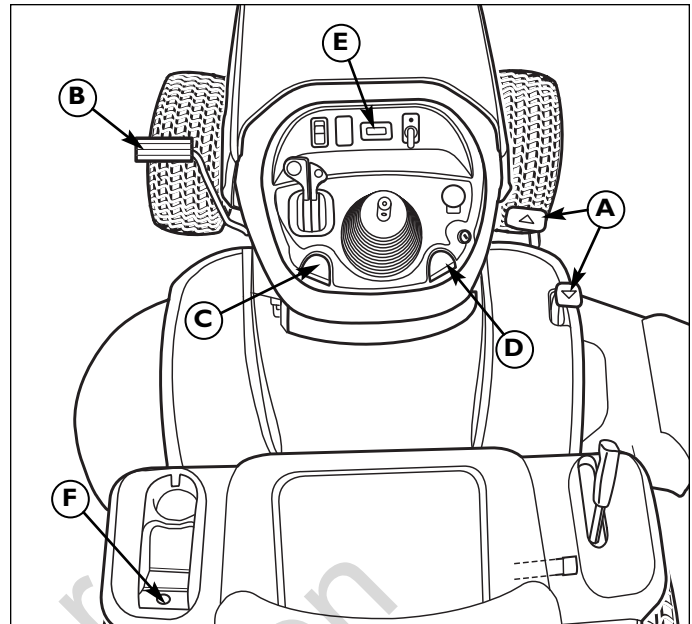

Figura 2. Accionamiento del freno de estacionamiento
Activación del freno de estacionamiento: Consulte la Figura 2. Para colocar el freno de estacionamiento, suelte los pedales del acelerador (A), presione por completo el pedal del freno (B), levante la perilla del freno de estacionamiento (C), y luego suelte el pedal del freno.
Cómo soltar el freno de estacionamiento: Consulte la Figura 2. Para soltar el freno de estacionamiento, presione el pedal del freno (B).
1. Levante la perilla de control de crucero (D, Figura 2).
2. Presione el pedal del acelerador (A).
3. Levante la perilla de control de crucero (D) cuando alcance la velocidad deseada. El control de crucero se fijará en alguna de sus seis posiciones.
El contador horario (E, Figura 2) mide la cantidad de horas que la llave lleva puesta en la posición de ENCENDIDO.
El enchufe auxiliar de 12 voltios se ubica en el compartimiento lateral izquierdo (D, Figura 2). Puede usarse para alimentar dispositivos electrónicos pequeños. Los accesorios deben estar clasificados para 9 amperios o menos.